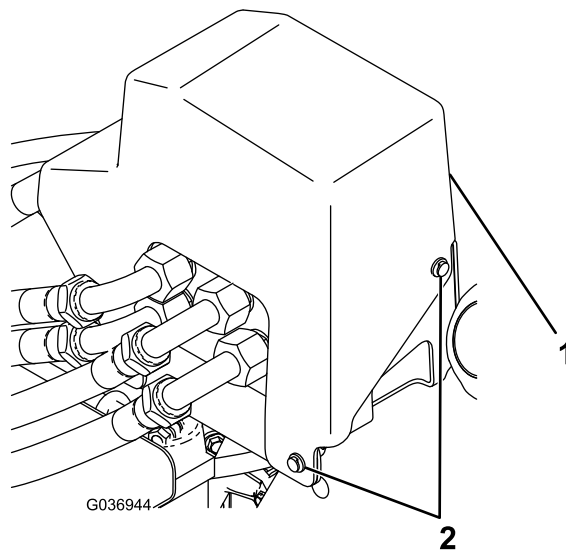

Bild 14
10. Befestigen Sie die Verteilerabdeckung mit vier Druckbefestigungen an der Befestigungshalterung des Hydraulikverteilers (Bild 14).